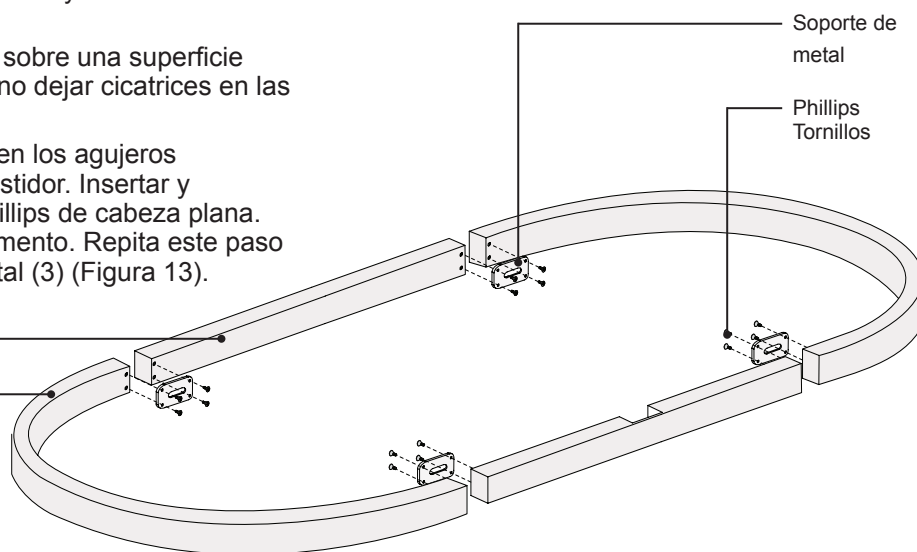

Figura 13. Madera del marco de la Asamblea
- ❶ Retire los largueros del bastidor interior y exterior del embalaje.
- ❷ Coloque los largueros del bastidor sobre una superficie plana y blanda. Tenga cuidado de no dejar cicatrices en las acabado de madera.
- ❸ Coloque una (1) soporte de metal en los agujeros de montaje en los largueros del bastidor. Insertar y fingertighten cuatro (4) tornillos Phillips de cabeza plana. No apriete los tornillos en este momento. Repita este paso para los otros tres soportes de metal (3) (Figura 13).